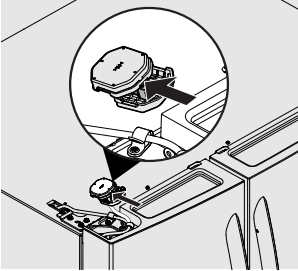

Figura 2
2. Desconecte el mazo de cables eléctricos que va desde la puerta hasta la cubierta de la bisagra.. Figura 2.